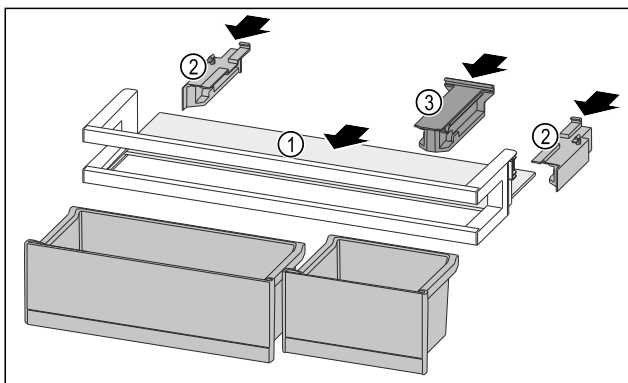

Fig. 142
- ▶ Abstellfläche Fig. 142 (1) in die seitlichen Aussparungen einschieben.
- ▶ Seitenteile Fig. 142 (2) einsetzen.
- ▶ Halteteil Fig. 142 (3) einsetzen.